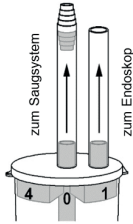

Abb. 1
1. Sluit de slang van de middelste aansluiting van de sifon aan op het afzuigstelsel (Fig. 1).
2. Sluit de buitenste connector aan op de endoscoop (Fig. 1).